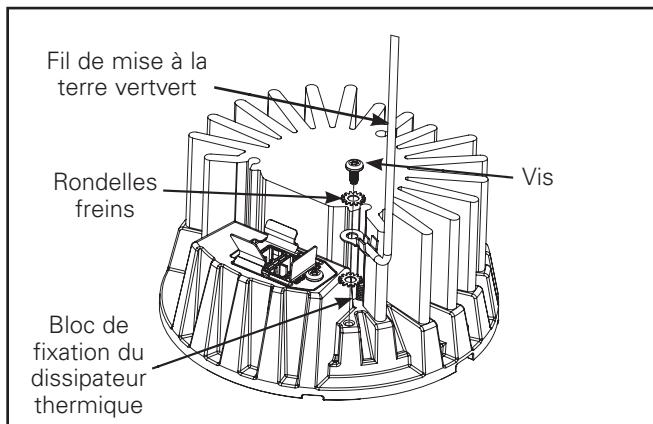

Figure 10
6. Repérez le câble d'attache vert à l'intérieur du cylindre et fixez-le au dissipateur thermique à l'aide de la vis et de la rondelle contenues se trouvant dans l'enveloppe fixée au câble d'attache. (Figure 10)